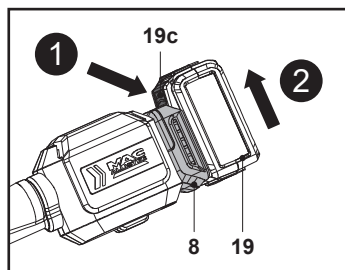

Fig. 8
2. Appuyer sur le bouton de déverrouillage (19c) et retirer la batterie (19) du port de connexion de la batterie (8) (Fig. 8).